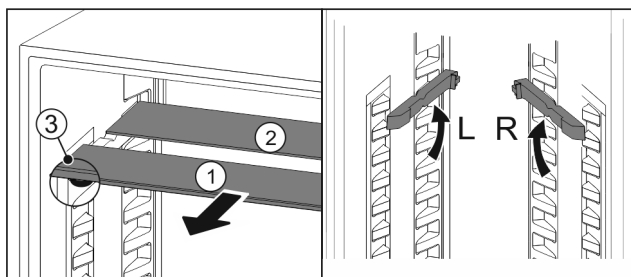

Fig. 74
- Skleněné desky jednotlivě vytáhněte dopředu Fig. 74 (1).
- ▷ Skleněná deska Fig. 74 (1) s ozdobnou lištou leží vpředu.
- ▷ Zarážky Fig. 74 (3) směřují dolů.